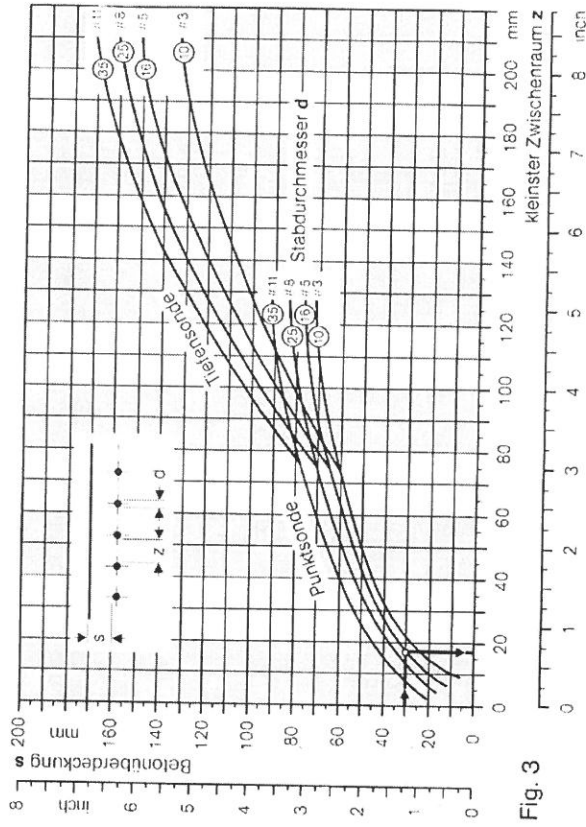
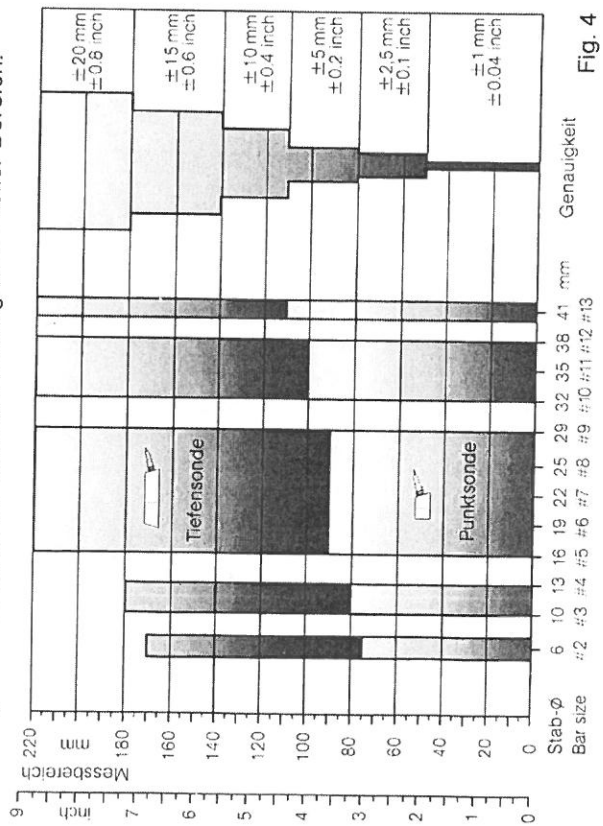

Fig. 3
Fig. 4
5. Ob ein Stab geortet werden kann, ist von der Überdeckung s , dem Durchmesser d und den Zwischenräumen z der Stäbe abhängig. Fig. 3 zeigt diese Zusammenhänge für die Punktsonde und die als Zubehör erhältliche Tiefensonde.
3. Sonde über dem Stab aufsetzen und Überdeckung ablesen. Punkt C.1. gelegentlich wiederholen. Wird «0» angezeigt, ist die Überdeckung grösser als der Messbereich (siehe Fig. 4). Mit Anzeige L 5 ist die Überdeckung kleiner als 5 mm. **Im wichtigen Messbereich bis 50 mm beträgt die Genauigkeit ± 1 mm.**
4. Fig. 4 zeigt, dass der Messbereich vom Stabdurchmesser abhängig ist. Stäbe mit $\varnothing 41$ mm können mit der Punktsonde bis in eine Tiefe von 110 mm gemessen werden. Die Tiefensonde hat für Stäbe ab $\varnothing 16$ mm sogar einen Messbereich bis 220 mm.
5. Die Tiefensonde sollte nur verwendet werden, wenn die Überdeckung grösser ist als im Schnittpunkt der Kurven von Fig. 3. Für einen Stabdurchmesser 16 mm gilt dies ab 64 mm Überdeckung. Ist die Überdeckung grösser als in diesem Schnittpunkt, erscheint in der Anzeige «.0» als Hinweis, dass die Tiefensonde verwendet werden soll. Steht keine Tiefensonde zur Verfügung, kann am Gerät eine Umschaltung vorgenommen werden, so dass die Überdeckung auf einem erweiterten Messbereich angezeigt wird. Es arbeitet im vollen Messbereich gemäss Fig. 4, wenn Schalter auf T4 gestellt und Taste gedrückt wird. Anzeige r 0 = reduzierter Bereich / Anzeige r 1 = voller Bereich.